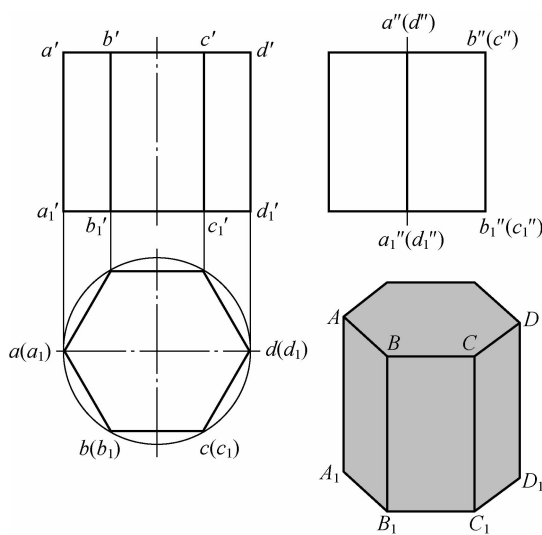

图 1-3-2 正六棱柱的三视图
(2) 棱柱的视图特点:一个视图具有积聚性,反映棱柱的形状特征;另两个视图都是由实线或虚线相组成的矩形线框,如图 1-3-2 所示。